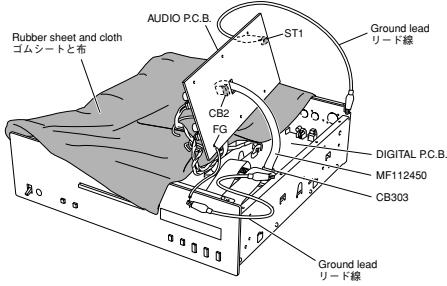

Fig. 6
- Put the rubber sheet and cloth over this unit. Then place the P.C.B.s upside down on the cloth and check it. (Fig. 6)
- In this unit, the ground of P.C.B.s shown below is connected to the rear panel and chassis. When these P.C.B.s are removed from the rear panel, connect the ground point to the rear panel or chassis, using a ground lead wire or the like. (Fig. 6)
- 本機の上にゴムシートと布を敷き、その上にP.C.B.を裏返しにしてチェックします。 (Fig. 6)
- 本機ではP.C.B.のアースがリアパネルおよびシャーシに接続されています。これらのP.C.B.をリアパネルより取り外した場合は、アース線等でアースポイントをリアパネルまたはシャーシに接続してください。 (Fig. 6)